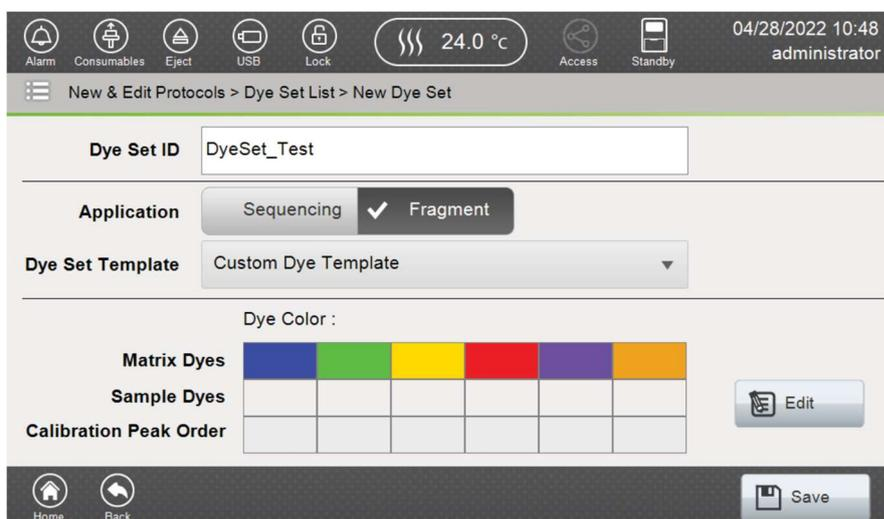

図 143 New Dye Set 画面
3. Dye Set の ID を入力し、適した Application と Dye Set のテンプレートを選擇後、**Edit** を押してください。（図 143）